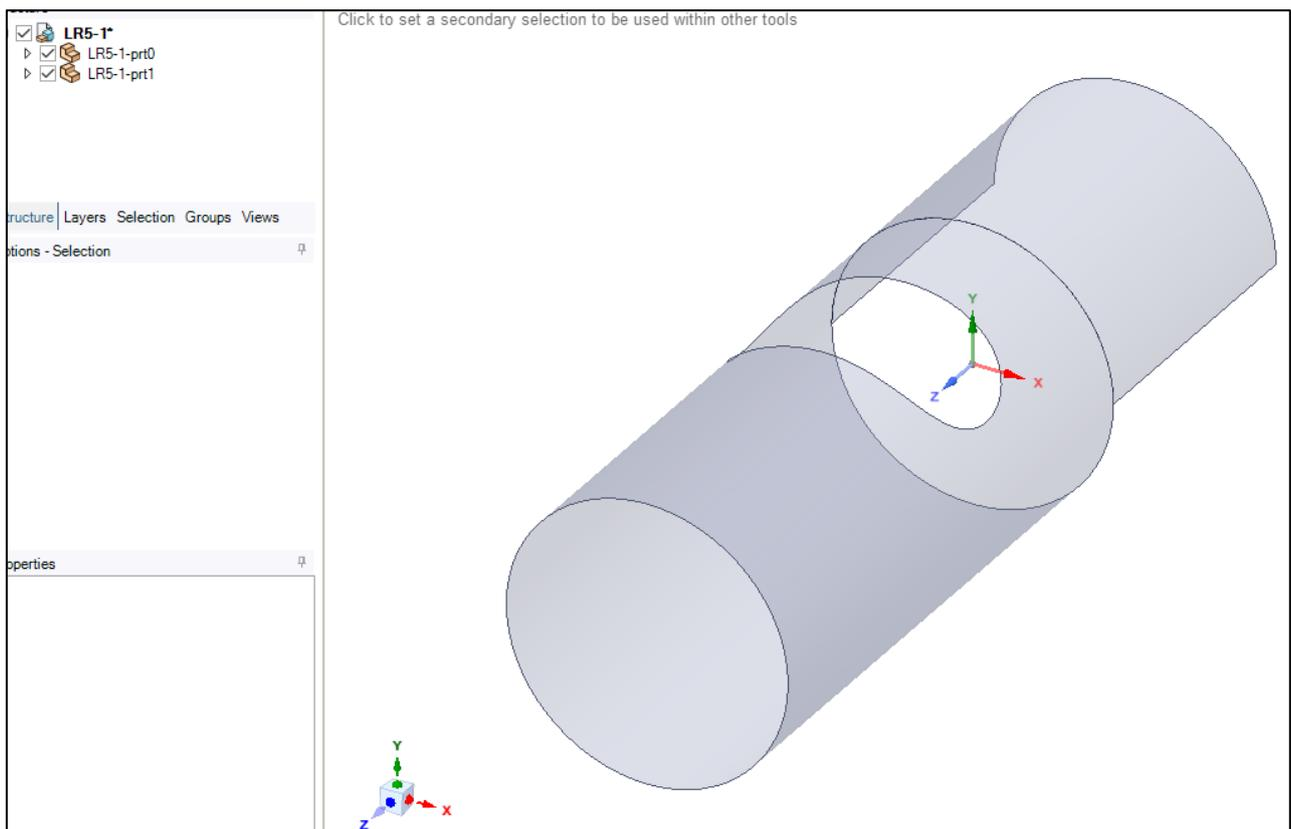

Рис. 16. Импорт геометрии
14.3. Для того чтобы найти созданную геометрию, переходим в папку с ней и выбираем отображение всех форматов – **All Files (*.*)**. Нажимаем на созданную геометрию с расширением «.x_t» и нажимаем кнопку Открыть. Импортированная геометрия показан на рис. 16.